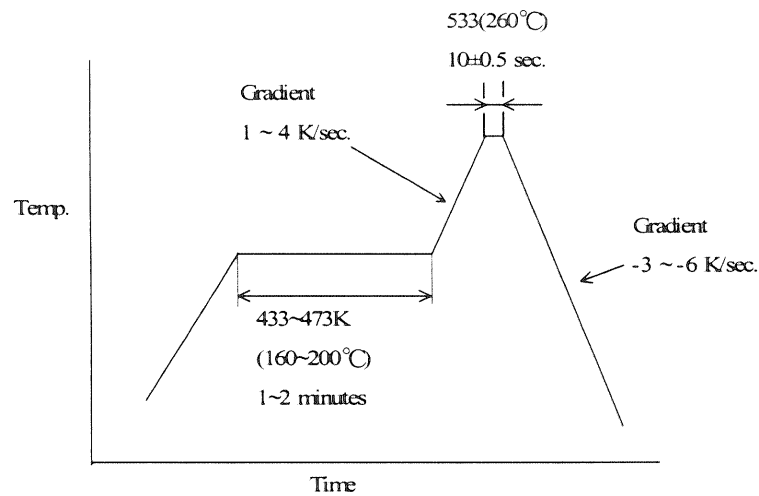

Fig.4
(2) Reflow soldering heat resistance / 半田耐熱性
A. Testing : Put on the receptacle connector to PCB, apply the heat 2 cycles as shown in Fig. 4
A. 試験法: 基板にリセプタクルコネクタを置き、Fig. 4の条件で2回リフローを行う。